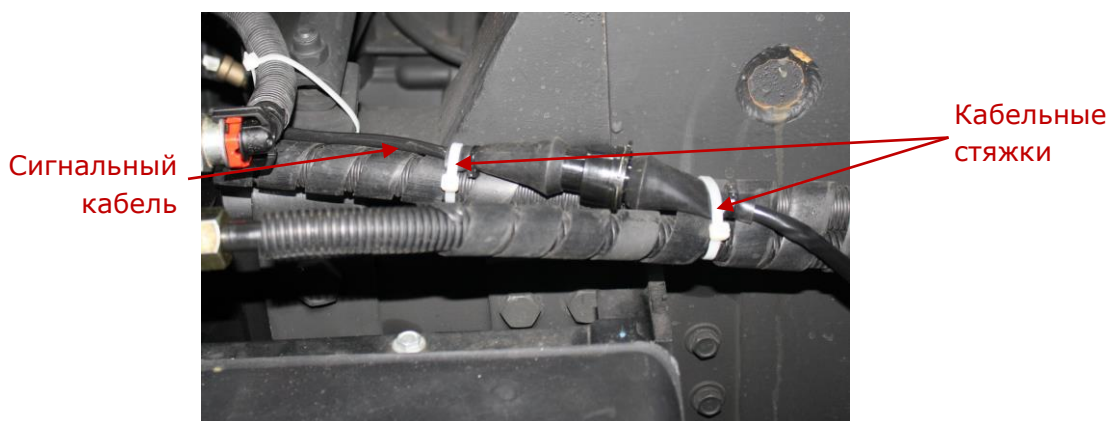

Рисунок 26 — Укладка сигнального кабеля DFM Industrial CK/CCAN
5) Сигнальный кабель расходомера **настоятельно рекомендуется** укладывать в местах штатной электропроводки оснащаемого объекта, при положительной температуре окружающего воздуха, с обязательной фиксацией кабельными стяжками каждые 50 см (см. рисунок 26).